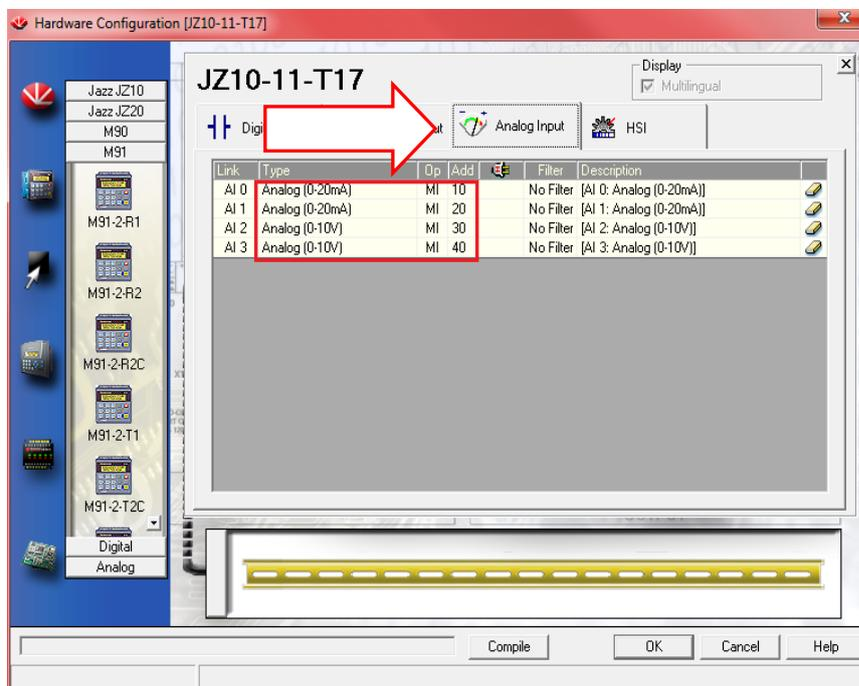

Figura 4
d) Selecione a aba Analog Input conforme a seta da Figura 4